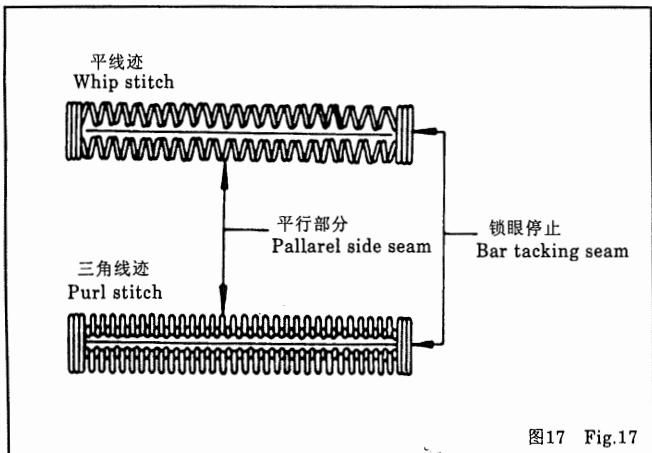

图17 Fig.17
15. 线迹型式 图17
15. TYPES OF STITCHES Fig.17